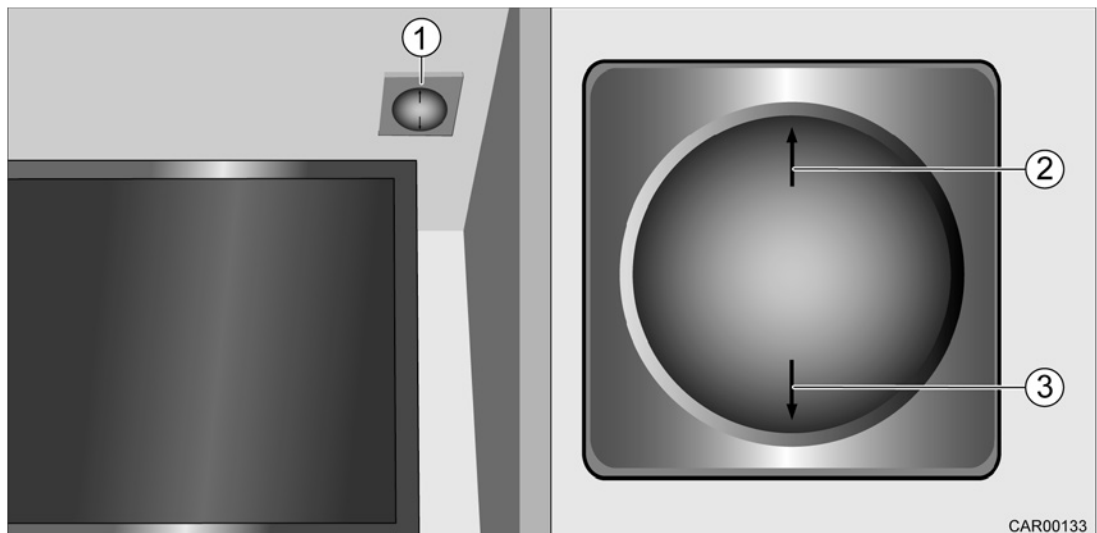

Fig. 157 Système coulissant du téléviseur au niveau de la banquette latérale
1. Maintenir appuyé l'interrupteur (Fig. 157/1) sur le côté avec la flèche orientée vers le haut (Fig. 157/2). Le téléviseur se déplace vers le haut.
1. Maintenir appuyé l'interrupteur (Fig. 157/1) sur le côté avec la flèche orientée vers le bas (Fig. 157/3). Le téléviseur se déplace vers le bas.